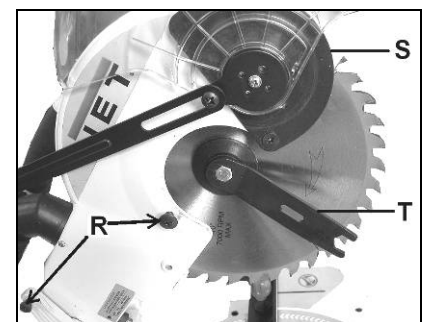

Fig 9
Entfernen Sie die Sägeblattschutzhaube, indem Sie die beiden Schrauben (R, Fig 9) an der Seite der Schutzhaube lösen und die Schutzhaube hochklappen (S).
Montieren Sie die Sägeblattsschutzhaube mit den beiden Schrauben (R, Fig 9).